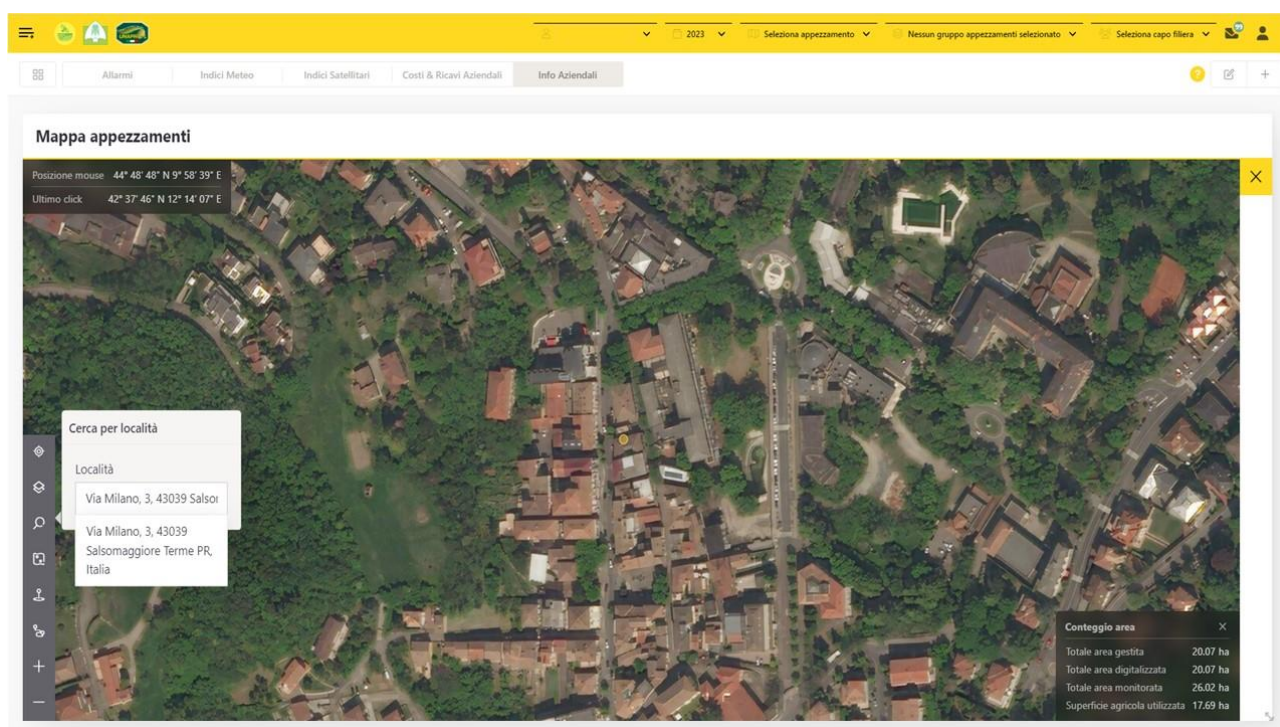

FIGURA 5 - CERCA PER LOCALITÀ
- cliccare su *Cerca per località* per consentire la ricerca di una località, basterà digitare il nome della località o l’indirizzo che si vorrà cercare e la mappa sposterà la vista sulla località (Figura 5).